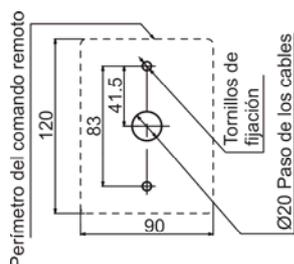

Fig. 1
2. Efectúe 3 agujeros en la pared (Fig.1), uno para el cable y dos para los tornillos de fijación. Si es necesario utilice los tacos.